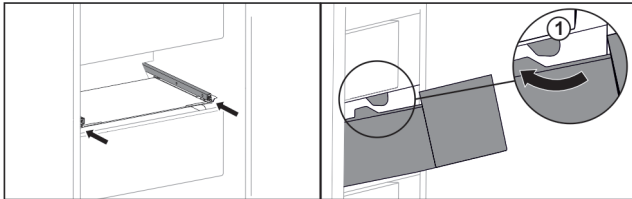

Fig. 50
- ▶ Прокарайте чекмеджето около ограничителите Fig. 50 (1).